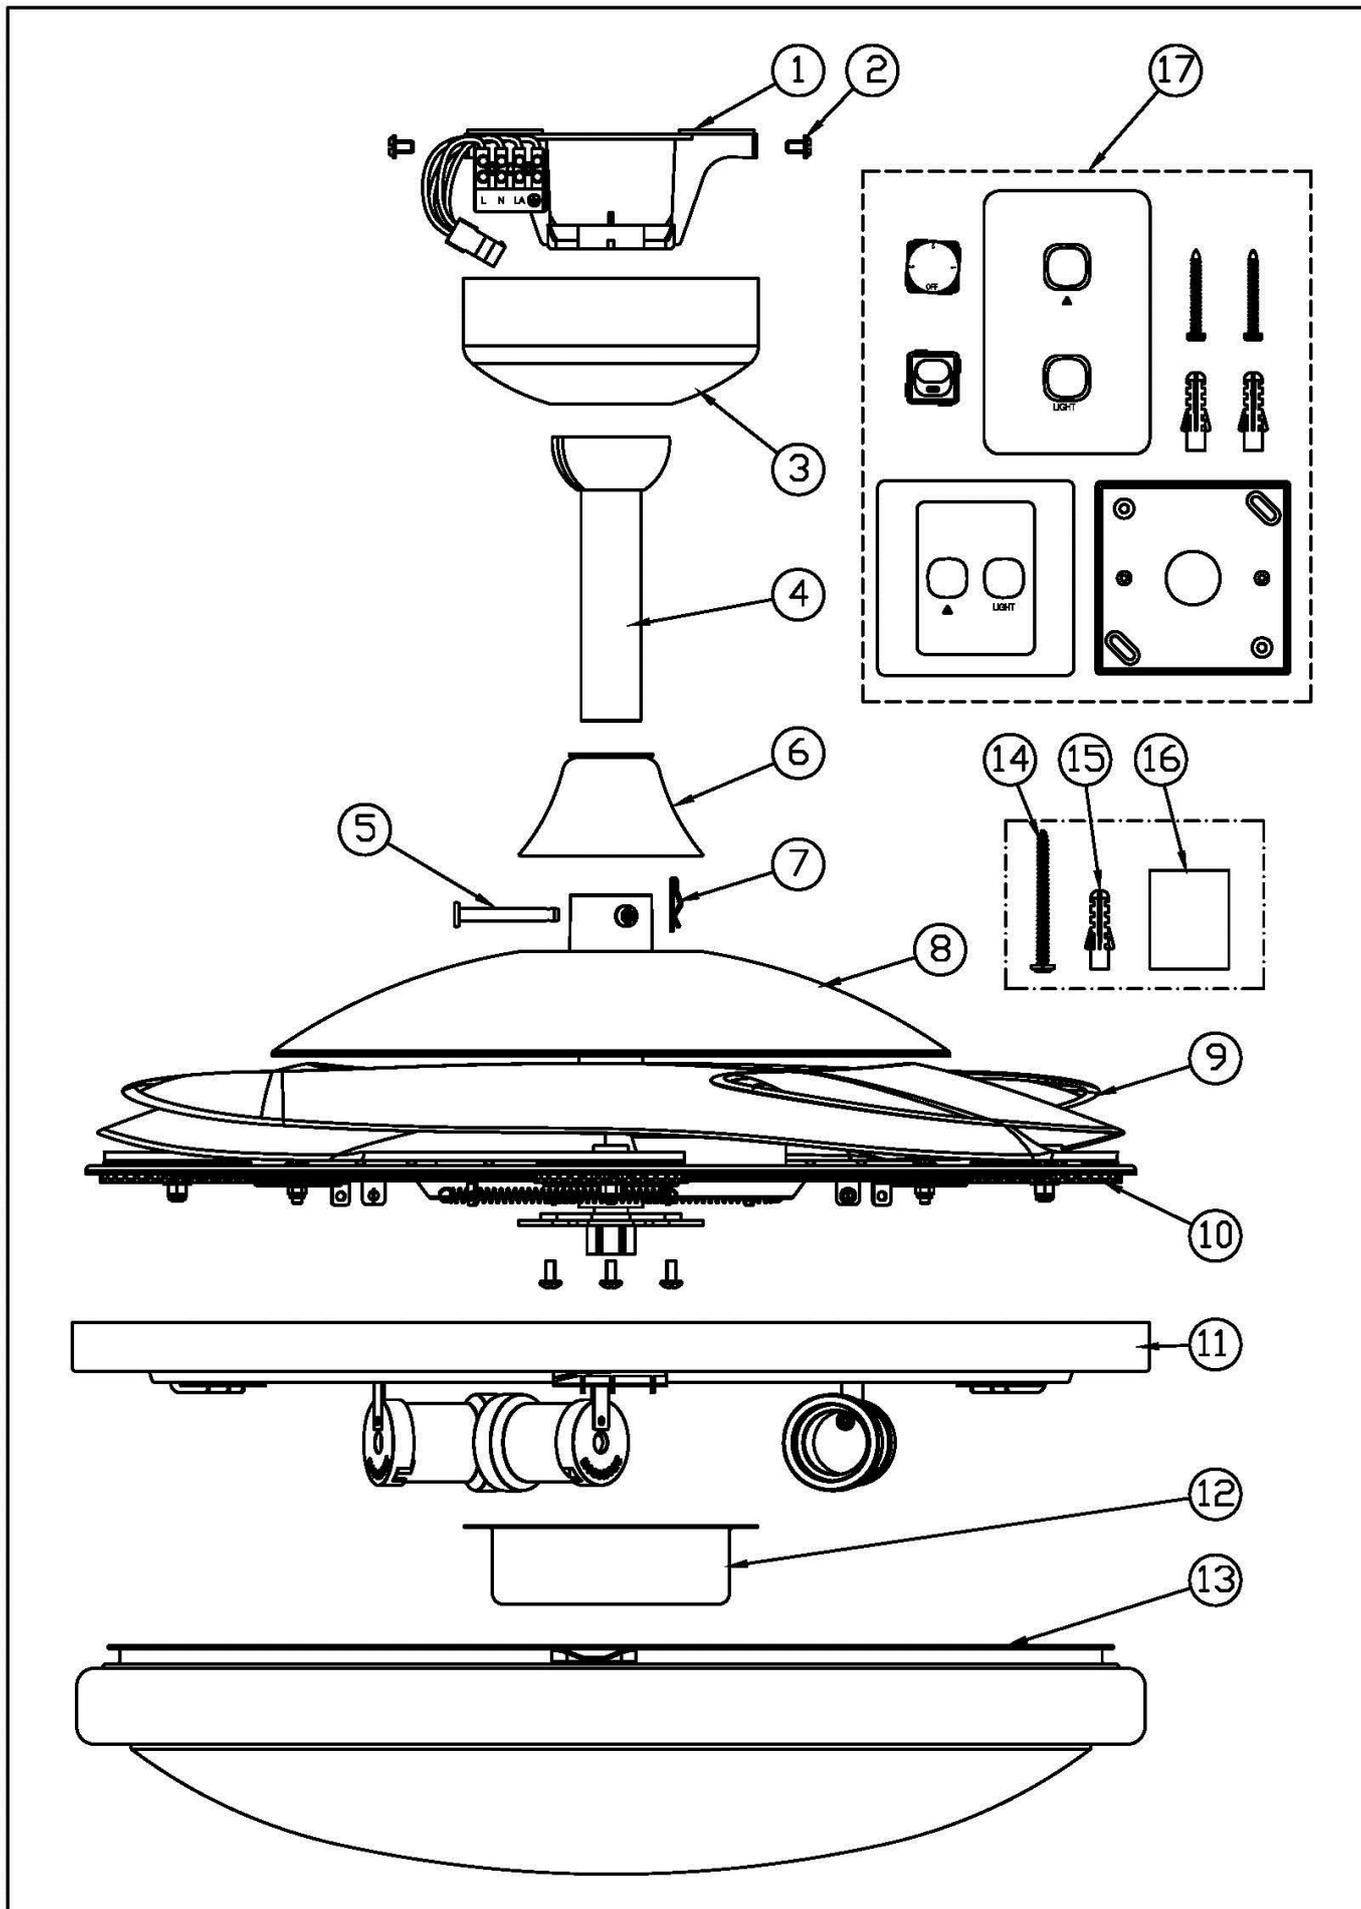

Figure 1
Déballez le ventilateur avec précaution et identifiez les différentes pièces. Veuillez vous en référer à la FIGURE 1.
- 2) Déposez la garniture de plafond (No. 3 – Figure 1) en desserrant les deux vis pourvues de fentes.
- 1) Faites passer la tige de suspension à travers la garniture de plafond (No. 3 Figure 1) et le couvercle de goupille et clavette (No. 6 Figure 1).
- 3) Introduisez la tige de suspension (No.4 – Figure 1) dans la partie supérieure de l'unité (No.8 – Figure 1), alignez les trous de l'unité avec ceux de la tige de suspension et insérez la clavette (No.5 – Figure1). Insérez ensuite la goupille (No.7 - Figure 1) dans l'extrémité de la clavette.
- 3) Faites coulisser ensuite la garniture de plafond (No.3 – Figure 1) jusque sur le support de montage et en assurer le maintien en utilisant les trous en fentes. Alignez les 2 autres trous puis installez les deux autres vis. Serrez les quatre vis fermement.
Installez le module lumineux et vissez fermement le support lumineux (No.11-Fig.1) au ventilateur. Veillez à ne pas trop serrer les vis. Raccorder les prises mâle et femelle. Mettre le couvercle en place (No.12-Fig.1). Poser les luminaires (non fournis). Placer le dôme de verre sur le support lumineux en le tournant dans le sens des aiguilles d'une montre.